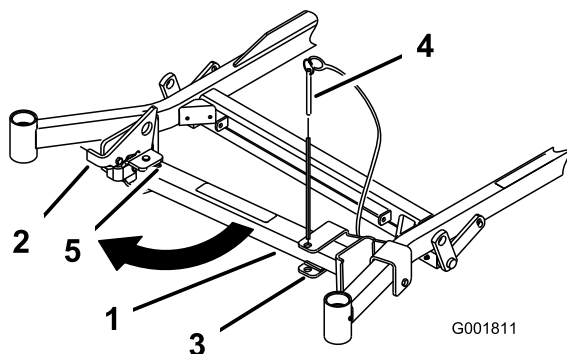
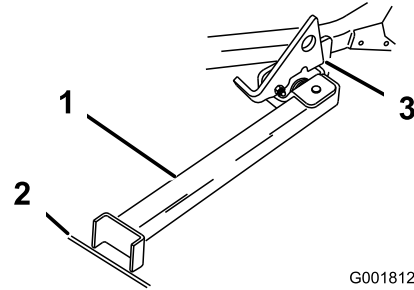

Figura 42
Figura 43
2. Togliete il perno dalla staffa (Figura 42).
4. Portate il piede del supporto sul davanti e spostatelo verso la macchina, nell'ingaglio inferiore (Figura 42 e Figura 43).
5. Mettete a terra il piede del supporto e appoggiate il dispositivo di chiusura sull'aletta orientabile (Figura 43).
Nota: Per ottenere risultati ottimali, appoggiate il piede del supporto nelle fessure del marciapiede o nel tappeto erboso (Figura 43).
7. Guidate la macchina sul supporto. Fermatevi quando il dispositivo di chiusura cade sull'aletta e si chiude (Figura 43).
5. Riportate il supporto in posizione di riposo (Figura 42).